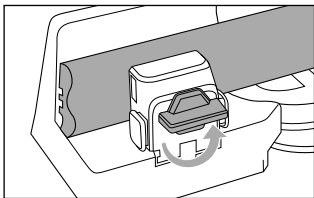

Fig. 11
- ◆ Tournez le bouton d'arrêt ❸ dans le sens antihoraire pour desserrer la pièce en bois (voir fig. 11).